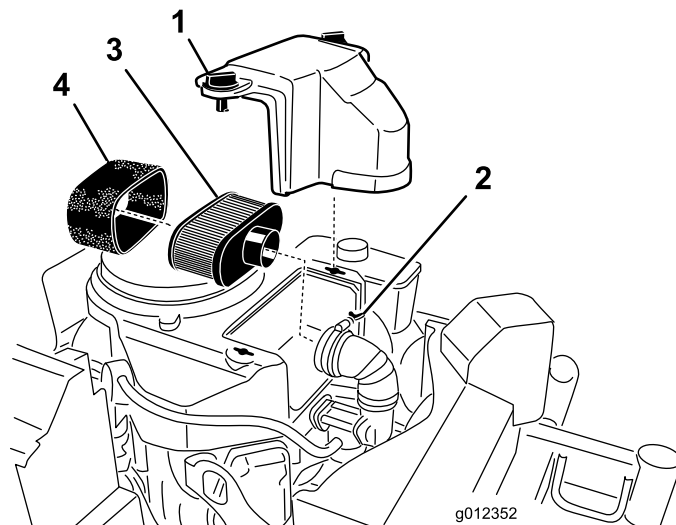

Figura 20
3. Pulite intorno al filtro dell'aria per evitare che la morchia possa penetrare nel motore provocando gravi danni (Figura 20).
4. Svitare le manopole del coperchio e togliete il coperchio del filtro dell'aria (Figura 20).
5. Allentate la fascetta stringitubo e togliete il gruppo del filtro dell'aria (Figura 20).
6. Togliete con cautela l'elemento in schiuma sintetica dall'elemento di carta (Figura 20).
1. Non pulite il filtro di carta. Sostituitelo (Figura 20).
1. Infilate con cautela l'elemento in schiuma sintetica sopra l'elemento di carta del filtro dell'aria (Figura 20).
2. Montate il filtro dell'aria completo sulla relativa base, e fissatelo con i 2 dadi ad alette (Figura 20).
3. Montate il coperchio del filtro dell'aria e serrate la manopola del coperchio (Figura 20).